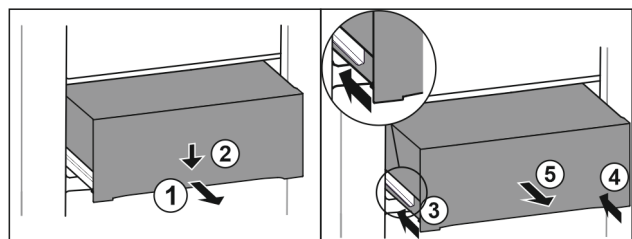

Fig. 80
- ▶ Вытяните выдвижной ящик наполовину. Fig. 80 (1)
- ▶ Вдавите выдвижной ящик в передней части вниз. Fig. 80 (2)
- ▶ Задвиньте левую направляющую прим. на 2 см. Fig. 80 (3)
- ▶ Задвиньте правую направляющую прим. на 2 см. Fig. 80 (4)
- ▶ Извлеките выдвижной ящик движением вперед. Fig. 80 (5)